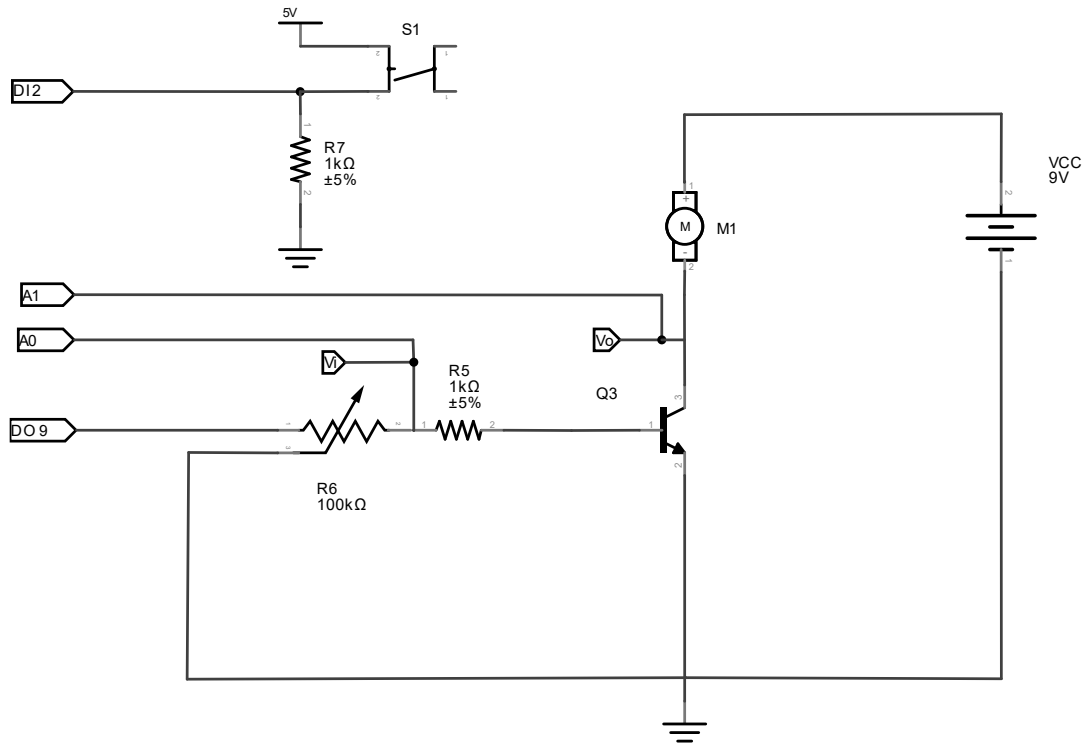

Figura 5.- Esquemático 2
- 1 Utilice la plataforma Arduino UNO para realizar el montaje de la figura 5. El control de la velocidad de rotación del eje del motor se realizará mediante el uso de un potenciómetro. El pulsador se utilizará para generar el marcha-paro.
- 4 Dibuje en una gráfica diversos pares de valores de tensión  $V_i$ , eje de abscisas, y entre colector y emisor,  $V_o$ , eje de ordenadas, (ver figura 5). ¿Qué forma tiene la curva obtenida? ¿En qué zonas está trabajando el transistor en cada momento cuando se actúa sobre el potenciómetro? Justifique su respuesta.